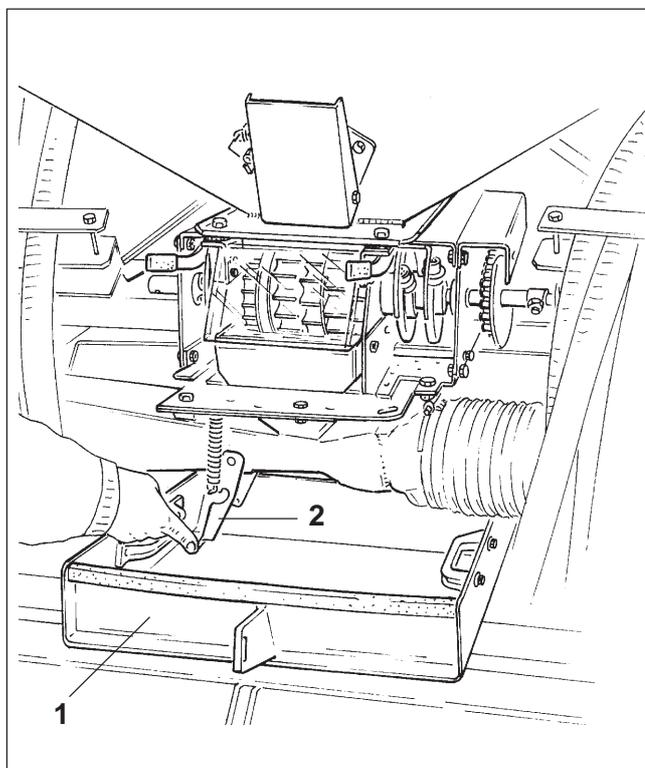

Fig. 21.3
Colocar la bandeja de ensayo (fig. 21.3/1) debajo de la unidad de dosificación.
Abrir la trampilla (fig. 21.3/2)
- Cerrar la trampilla (fig. 21.3/2).